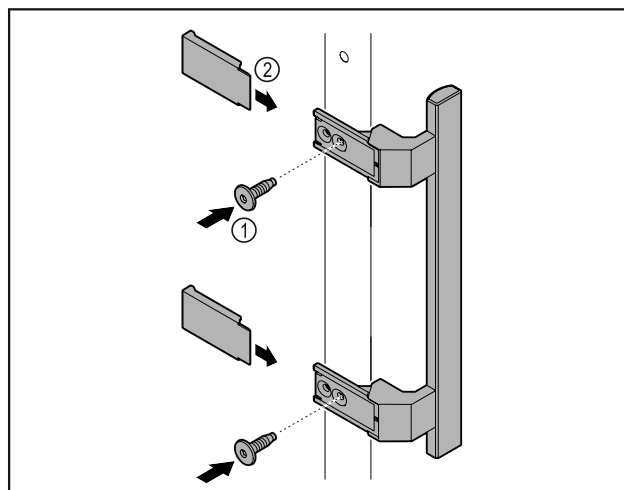

Fig. 7
- Meegeleverde greep met de meegeleverde schroeven Fig. 7 (1) op de deur aanbrengen.
- Afdekplaatje Fig. 7 (2) plaatsen.